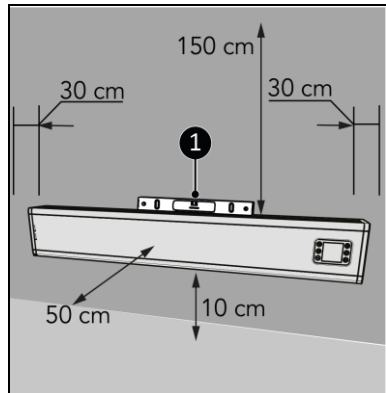

Abbildung 9
1. Stellen Sie das Gerät auf eine vertikale und feste Oberfläche. Verwenden Sie beim Aufstellen des Geräts eine Wasserwaage (Abbildung 9, Pos. 1).
2. Stellen Sie das Gerät mit einem Mindestabstand (Abbildung 9) von: